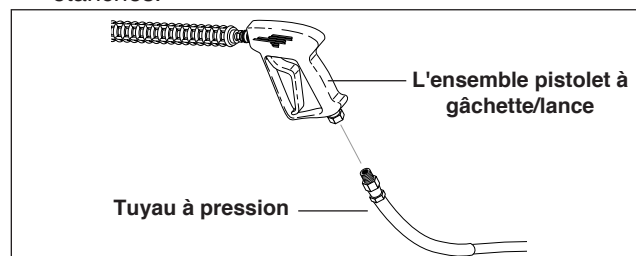

Figure 2 - Installer le tuyau à haute pression
3. Assembler le tuyau à pression sur l'ensemble pistolet à gâchette/lance comme illustré à la **Figure 2**.